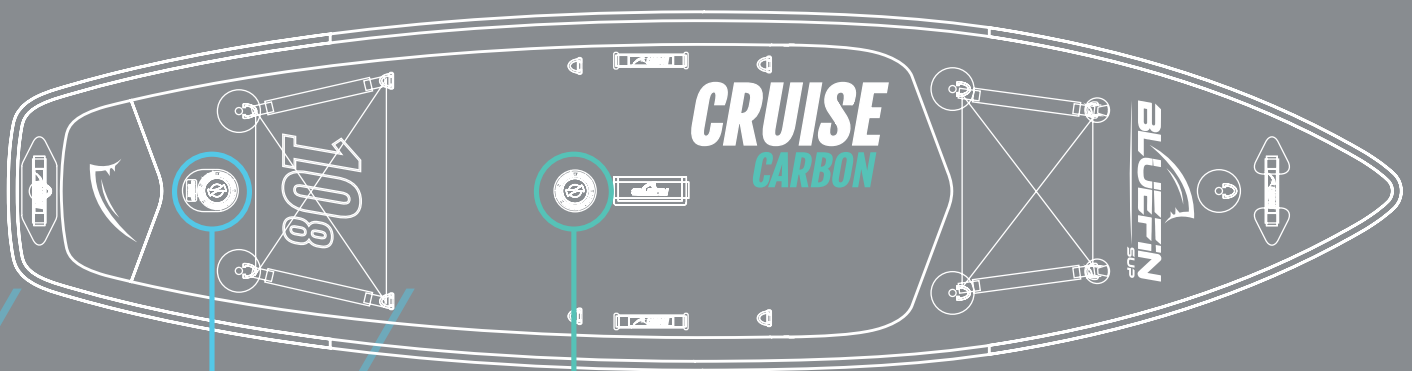

Figura 1.
- Quindi gonfia la valvola della camera d'aria esterna nella coda della tavola **Figura 1** alla pressione consigliata segnalata sulla valvola stessa. **Figura 3**